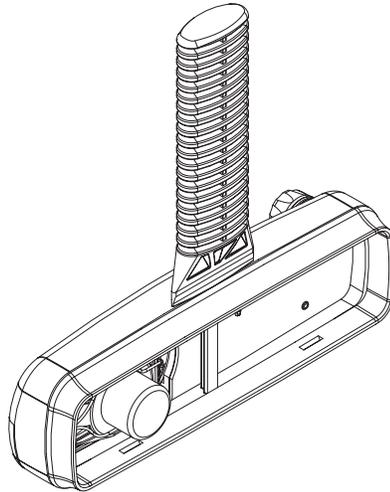

Figura 2-6 Remoção da parte traseira do cabeçote de controle
1. Para desmontar o cabeçote de controle, insira a ferramenta de desmontagem no encaixe entre as duas partes, como mostra a Figura 2-6.
1. Separe as partes do cabeçote conforme descrito para o cabeçote de controle do PRO3100, Figura 2-6.